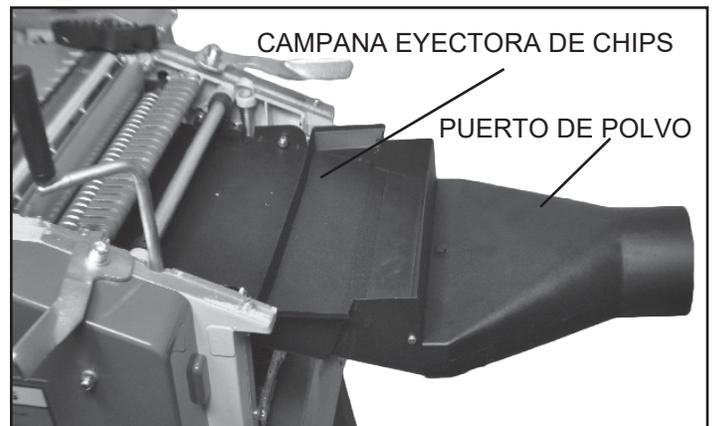

FIG. 11
1. En el extremo opuesto de salida de la máquina, localice la capucha del eyector de la fresa (#194). 10. Fije el puerto de polvo (#195) a la salida con los dos pernos hexagonales proporcionados. FIG. 11